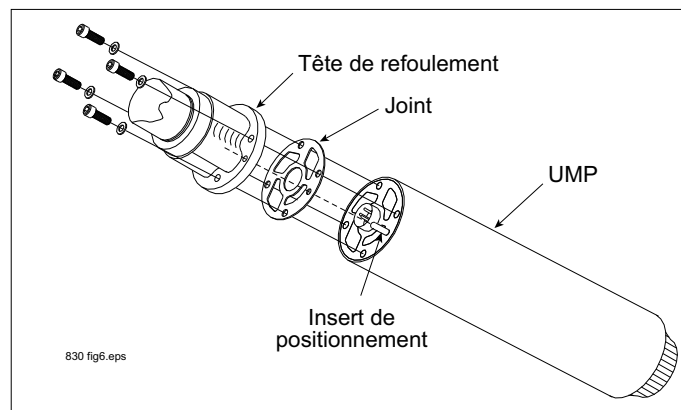

Figure 45. Joint et boulons de l'UMP
4. Retirez l'ancienne UMP en retirant les quatre boulons qui maintiennent la tête de refoulement, comme illustré à la Figure 45. Mettez au rebut l'ancien joint et les fixations. Contrôlez visuellement le connecteur torsadé dans la tête de refoulement. Remplacez-le s'il est endommagé. Assurez-vous que la languette du connecteur torsadé se trouve dans l'encoche de la tête de refoulement.